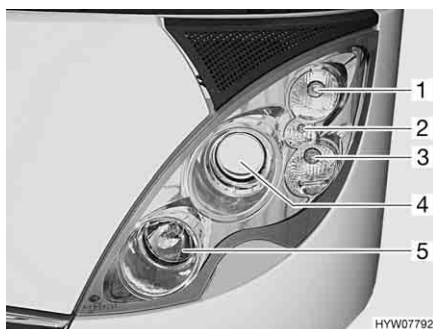
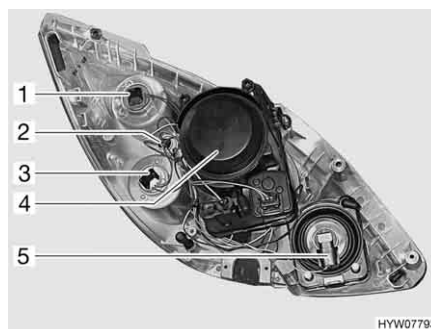

Fig. 167 Fari anteriori (lato anteriore)
Fig. 168 Fari anteriori (lato posteriore)
**Indicatore di direzione (Fig. 167,1 e Fig. 168,1)**
**Luce di posizione (Fig. 167,2 e Fig. 168,2)**
**Luce diurna (Fig. 167,3 e Fig. 168,3)**
**Faro anabbagliante (Fig. 167,4 e Fig. 168,4)**
**Abbagliante (Fig. 167,5 e Fig. 168,5)**
**Conversione fari (Fig. 167,4 e Fig. 168,4)**